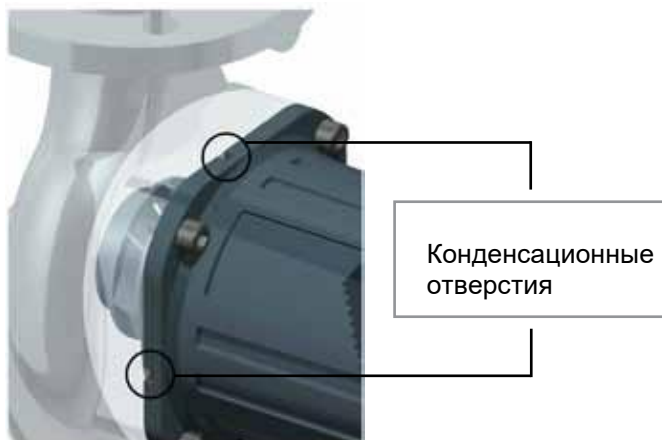

Рисунок 6.5: Конденсационные отверстия
9. Убедитесь, что 4 отверстия для конденсата вокруг насоса остаются открытыми. См. Рисунок 6.5